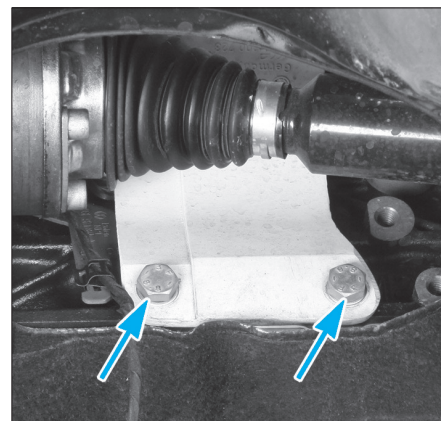

FIG. 14
- Déposer la tôle calorifuge de la transmission gauche (Fig.14).